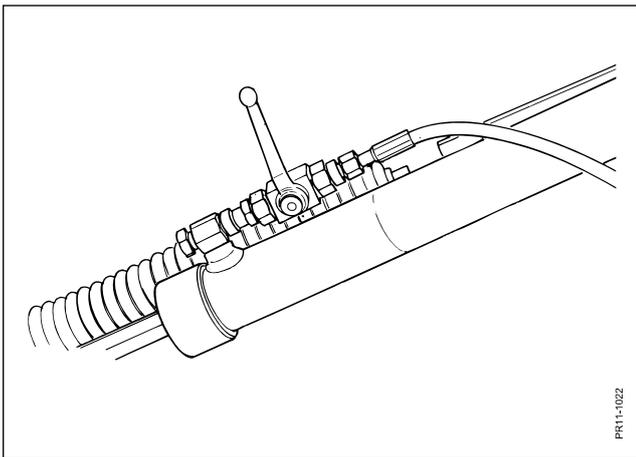

Fig. 2-14
**Fig. 2-14:** Jetzt den Drei-Punkt-Anbau in passender Höhe (ca. 35 cm) runter senken und den Kugelhahn schließen. Jetzt können die Unterlenker, der Oberlenker und die Hydraulikschläuche abmontiert werden und die Gelenkwelle in dem Bügel angebracht werden.